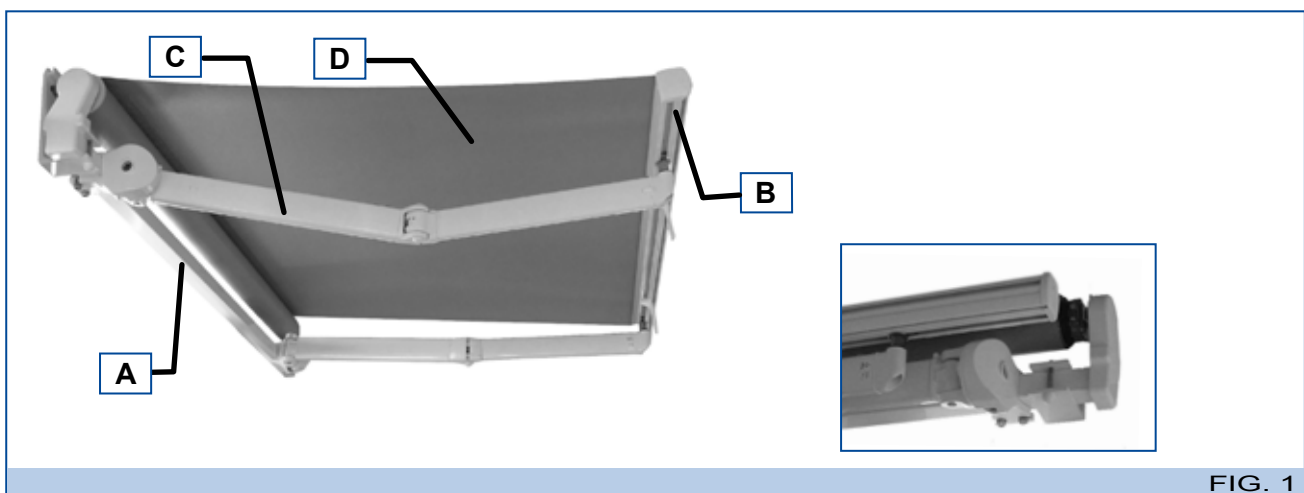

FIG. 1
- **Metallstruktur:** Die Metallstruktur ist der Tragrahmen und in seinem Innern befinden sich die verschiedenen Antriebe zum Ein- und Ausfahren der Markise. Die Metallstruktur setzt sich aus einem Tragrohr (A – Abb. 1), einer Fallstange (B – Abb. 1), Gelenkarmen+ (C – Abb. 1), die mit ummantelten Stahlseil oder einer Edelstahlkette ausgerüstet sind und einer Tuchwelle.
- **Tuch (D – Abb. 1):** Hat eine Abdeck- und Schutzfunktion der Markise.
Die Markise wird mit Hilfe der Handkurbel (A – Abb. 1) und einem Getriebe (B – Abb. 1) ein- und ausgefahren.
- Bei Gelenkarmen mit Kette die Kette, das Gelenk (A – Abb. 1) und das Oberarmgelenk (B – Abb. 2) schmieren.